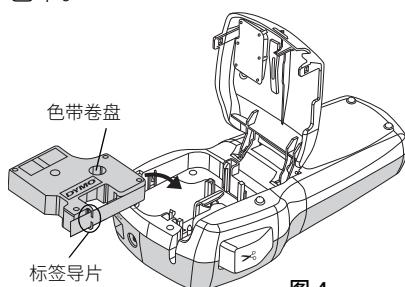

图 4
- 2 确保色带穿过标签盒口时处于紧绷状态，且标签从两个标签导片之间穿过。请参考图 4。